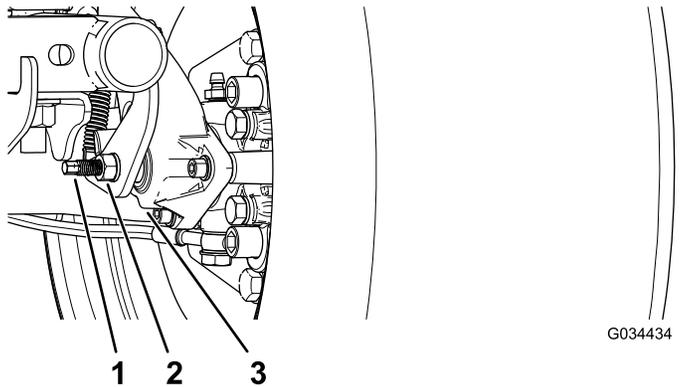

図 61
3. レンチを2本使用し、1本のレンチでキャリパの調整ポストが回らないように保持しながら、もう1本でジャムナットを1/4回転ゆるめる 図 61。
4. 調整ポストとジャムナットを保持した状態で、調整ポストを回して締め付ける 図 61。
5. 調整ポストとジャムナットを保持した状態で、1/4回転だけでもどす 図 61。
6. 調整ポストとジャムナットを保持した状態で、ジャムナットを締め付ける 図 61。